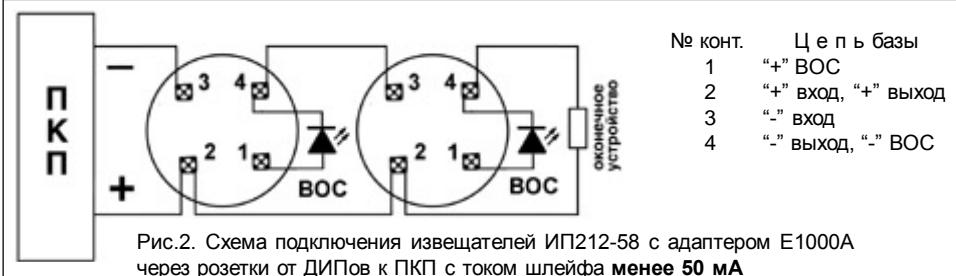

Рис.2. Схема подключения извещателей ИП212-58 с адаптером Е1000A
6. Установите экран извещателя на оптическую камеру таким образом, чтобы термочувствительный элемент (рис. 2) прошел через экран. Убедитесь в том, что треугольные значки на экране и корпусе ориентированы друг на друга, а два выступа на верхней поверхности дымовой камеры вошли до упора в соответствующие гнезда экрана извещателя.